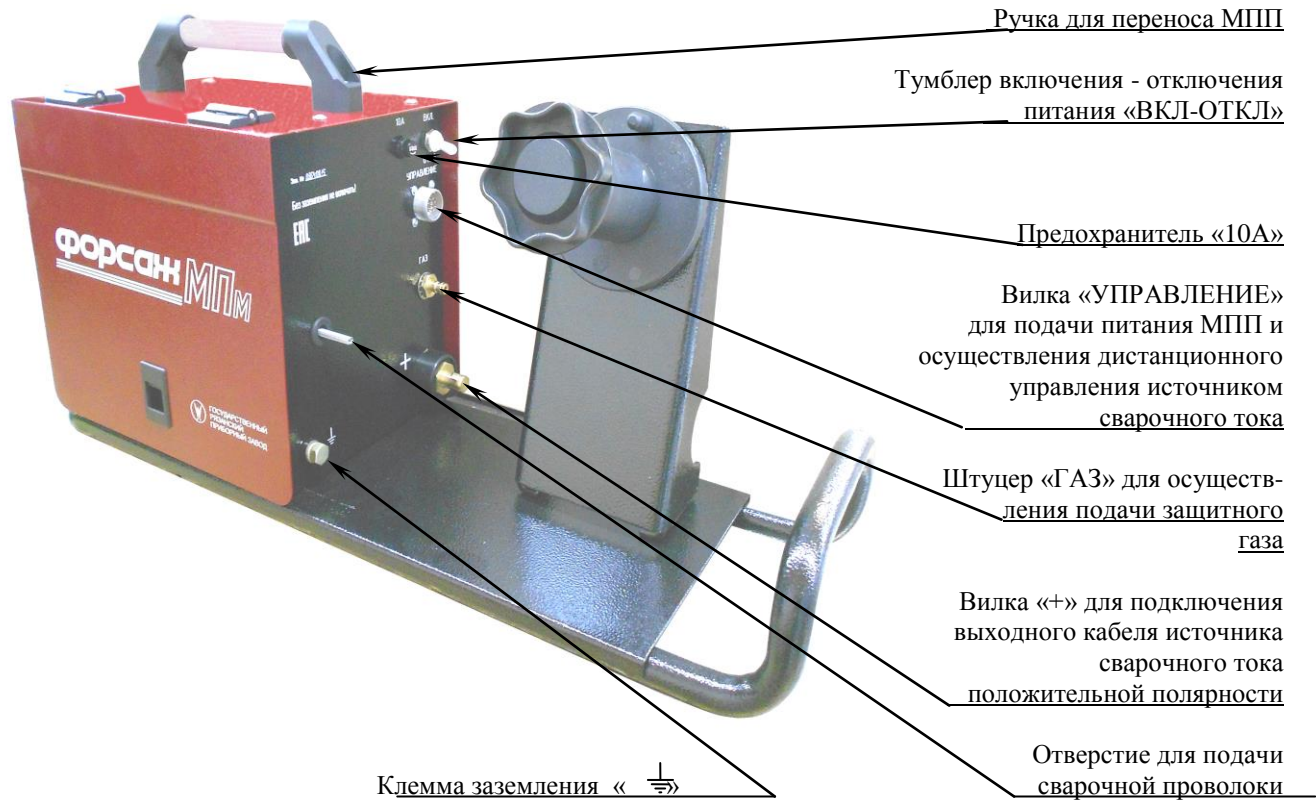

Рисунок 4.3 - Общий вид МПП ВИАМ.683189.006 (вид сзади)
4.1.4 На задней панели МПП расположены (рисунок 4.3):